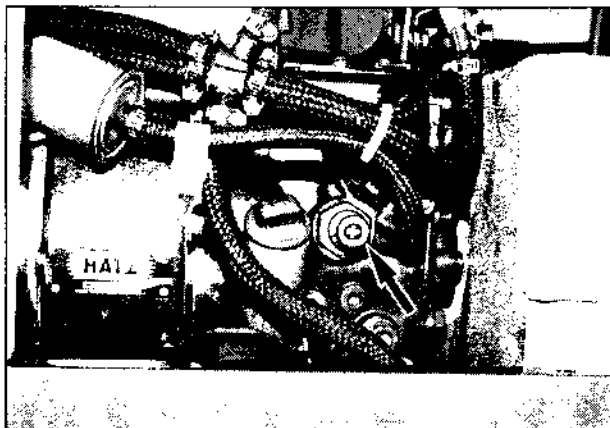

Bild 68
9. Startfüllknopf (Bild 68/Pfeil) herausziehen.